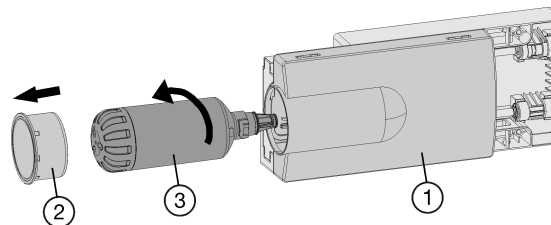

Fig. 7
▶ Si nécessaire, retirer le tiroir Fig. 7 (1).
▶ Enlever le couvercle du filtre Fig. 7 (2).
▶ Tourner le filtre à eau Fig. 7 (3) d'env. 100 ° vers la gauche puis le retirer.